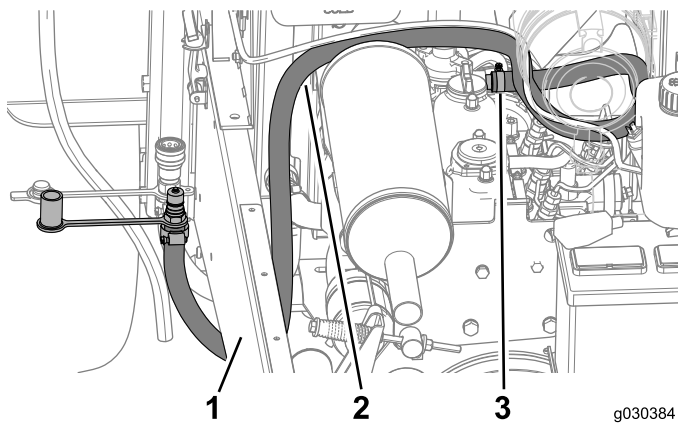

図 40
6. ストレートフィッティングにホースを取り付け、クランプで固定する 図 40。
7. 長いホースを図 40 のように配置する。